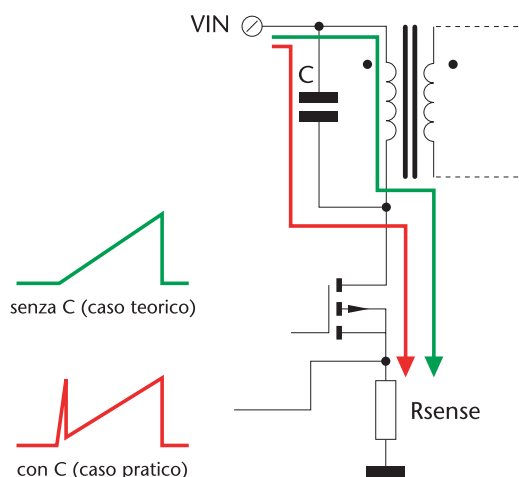

Figura 5 Circuito equivalente (parziale) di un trasformatore
- Per finire, **R_{fil} e C_{fil} hanno il compito di filtrare la rampa di tensione**, causata dalla corrente che scorre nella resistenza R_{sense} . Ricordate che questa rampa, in genere di ampiezza ridotta per motivi di efficienza, determina il corretto funzionamento del loop di reazione in corrente. Perché il filtraggio? Considerate che il trasformatore (ma anche l'induttanza), ha uno schema equivalente in cui è presente una **capacità parassita in parallelo all'avvolgimento**, come in figura 5.
Per un breve periodo, durante il quale si carica il condensatore alla tensione di ingresso, scorre in R_{sense} una grande corrente. Questa corrente genera lo spike di tensione visibile nella forma d'onda rossa di figura 5. Ricordando il funzionamento del controllo CM (figura 2), **questo spike potrebbe interrompere prematuramente il periodo di ON dello switching**. Il filtro costituito da R_{fil} e C_{fil} deve essere quindi dimensionato in modo da eliminare o ridurre questo spike, lasciando comunque passare con la minima distorsione la rampa reale (in verde in figura 5).